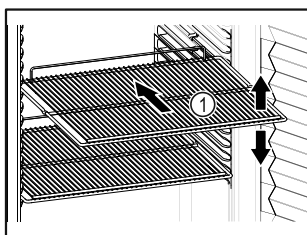

Fig. 61 Ilustratīvs attēlojums
- Ja novietošanas režģi Fig. 61 (1) ir novirzāmi, pielāgojiet tos pēc augstuma.